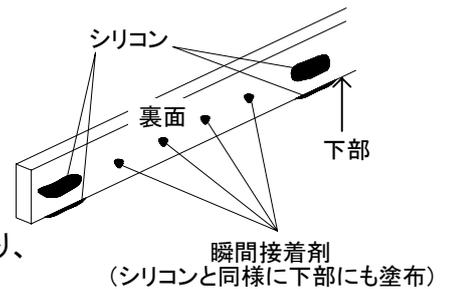

図10-11
- ③バックガード下部と裏面にシリコンを25cm間隔、長さ5cm程度で塗布し、その間に瞬間接着剤を数滴点付けしカウンターに接着してください。(図10-11)